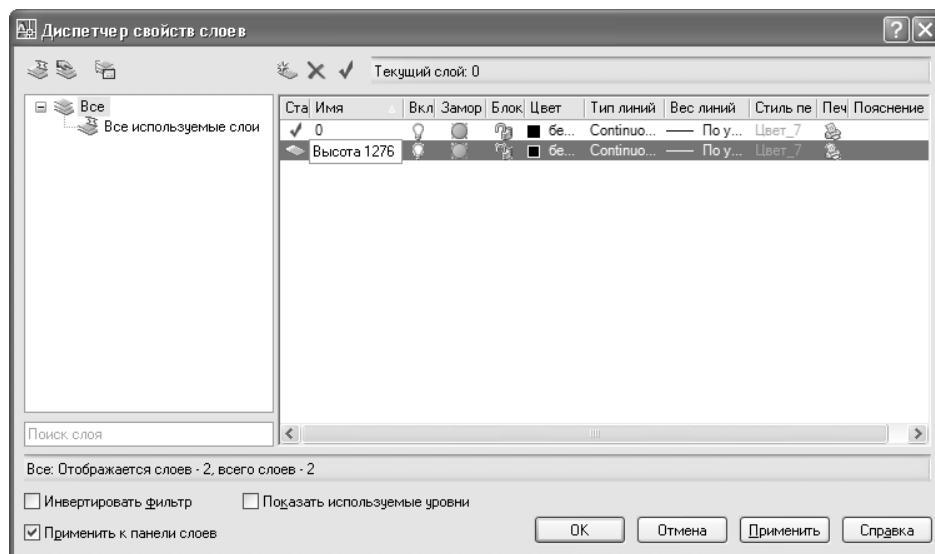

Рис. 6.4 ▼ Новому слою присвоено имя **Высота 1276**
- Ведите **Высота 1276**. Название **Слой1** (Layer1) изменится на **Высота 1276** и по-прежнему будет выделено (рис. 6.4).